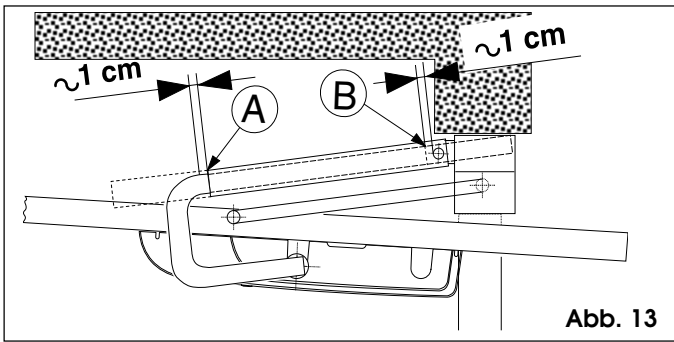

Abb. 13
• Gebogener Arm (Abb. 13)
Positionierung des Teleskoparms gemäß Abb. 13 simulieren. Mantel in Pos. A und Arm in Pos. B abschneiden.